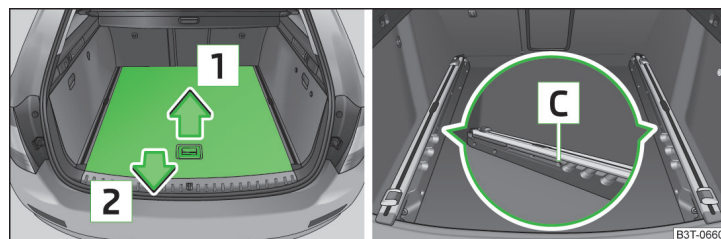

Fig. 113 Coffre à bagages : extraction partielle du plancher de chargement variable
- Saisissez la partie arrière du plancher de chargement variable par la poignée et levez-le dans le sens de la flèche **1** » fig. 113.
- Saisissez la partie arrière du plancher de chargement variable par la poignée et levez-le dans le sens de la flèche [1] » fig. 113 à la page 111.